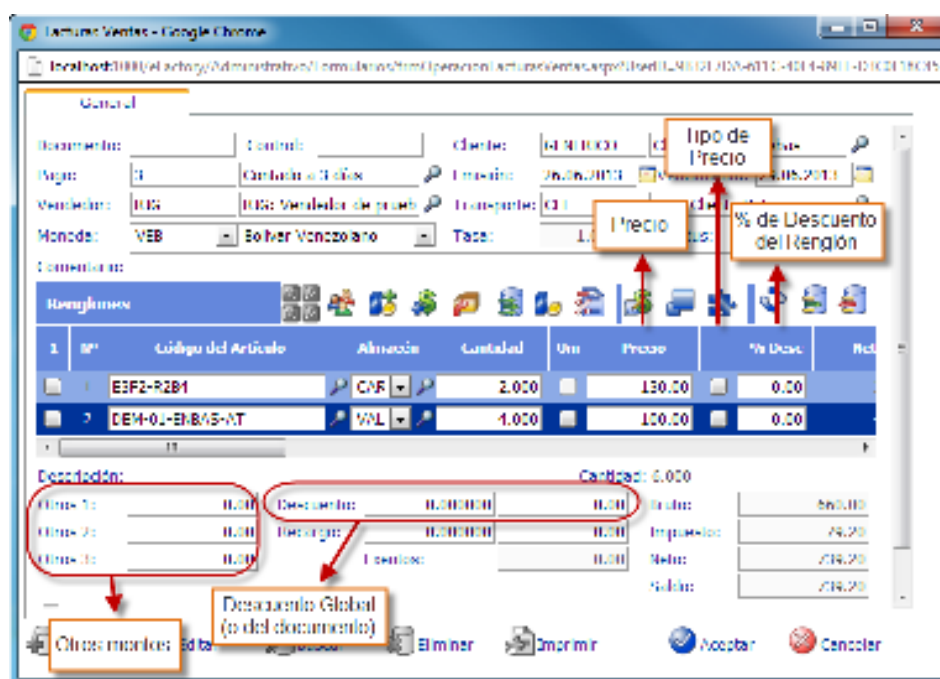

Imagen 15: Ejemplo #1 – Elementos de Facturas de Venta a considerar
- Bloquear la edición de precios y tipo de precio (Imagen 15) por medio de las opciones: "BLOPREFAC: Bloquear Columna de Precio en Facturas" y "BSELPREFAC: Bloquear la Selección del Tipo de Precio (1-5) en Facturas". Así solo se podrá aplicar el precio original del artículo.